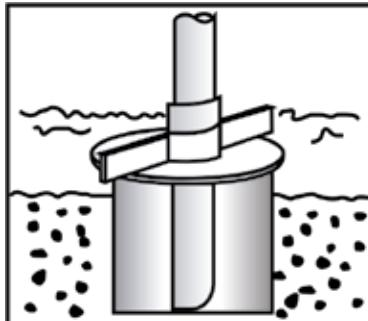

Figura 13: Tampa do poço
• Antes de conectar o último tubo, deve-se encaixá-lo na tampa do poço (flange de boca de poço), conforme mostra a figura 13.